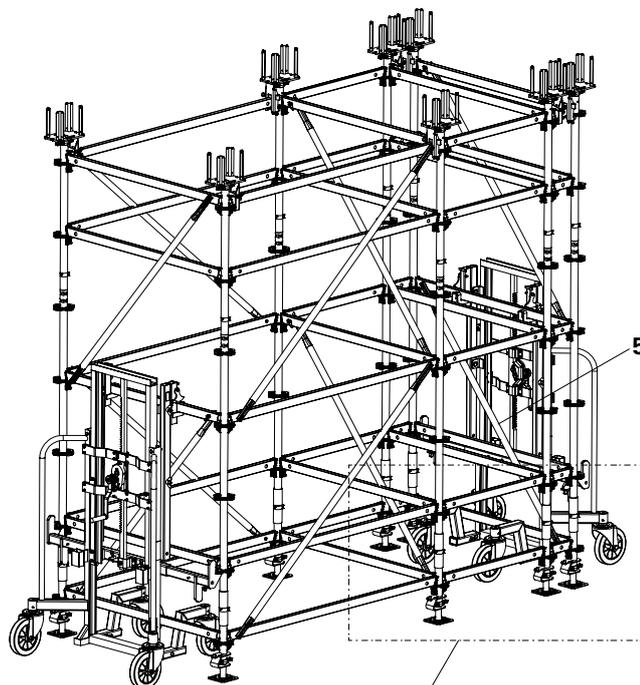

Fig. B1.06
- ¡Verificar el espacio libre a la diagonal a larguero (5)! (Fig. B1.06 – B1.07)